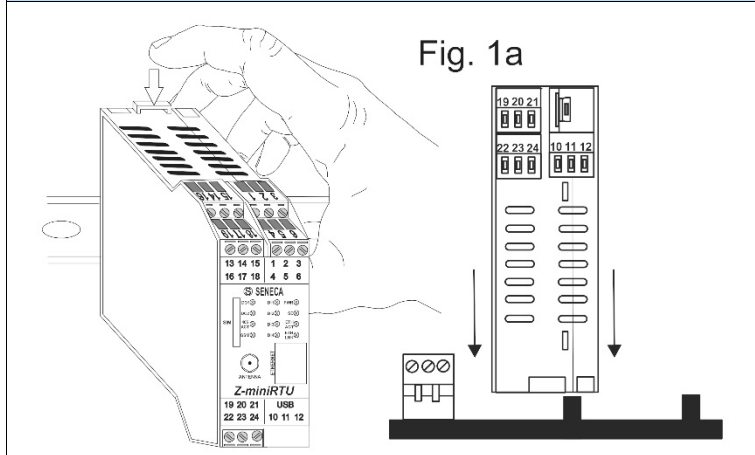

Fig. 1a
- 3) Per fissare il modulo alla guida stringere i due ganci posti ai lati del connettore posteriore IDC10 come illustrato in fig. 1a.